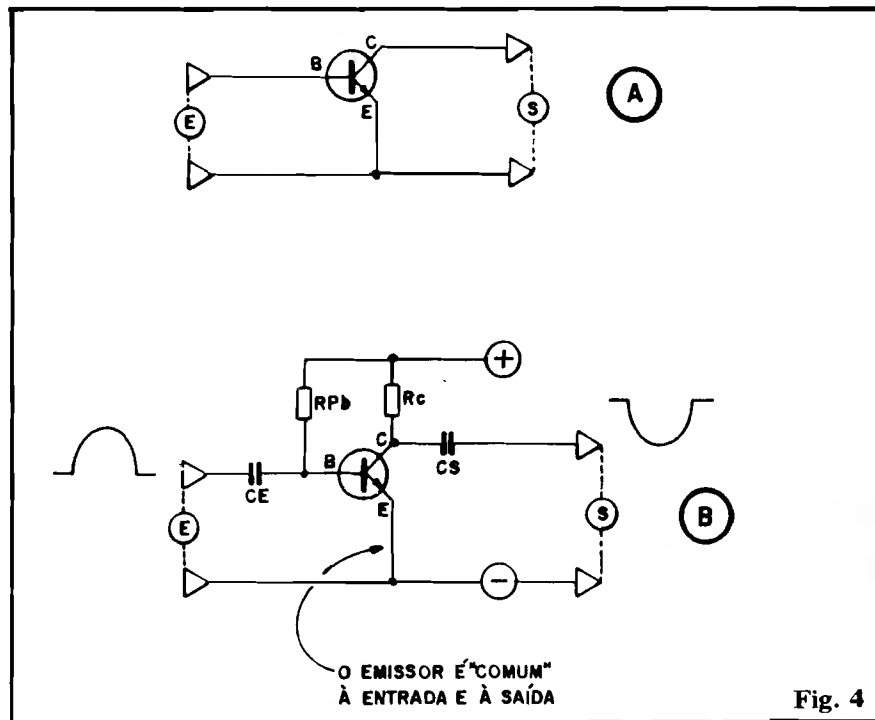

Fig. 4
- **FIG. 4** - **EMISSOR COMUM** -